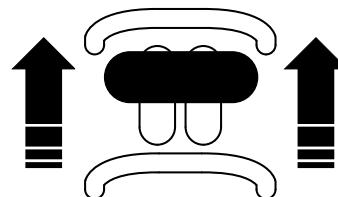

Figura 14
- Para conducir hacia adelante, mueva el control de tracción hacia adelante (Figura 14).